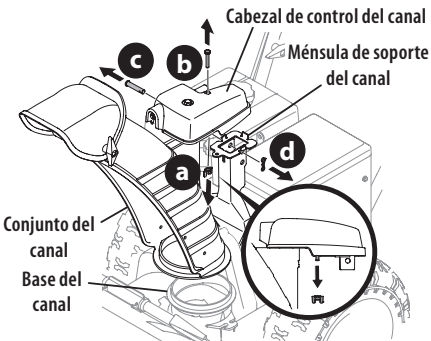

Figura 13
1. Retire la tuerca de mariposa (a) y el tornillo hexagonal (b) del cabezal de control del canal y el pasador de horquilla (c) y el pasador de claveta (d) de la ménsula de soporte del canal. Ubique el conjunto del canal (mirando hacia adelante) sobre la base del canal y ménsula de soporte del canal (Figura 13).